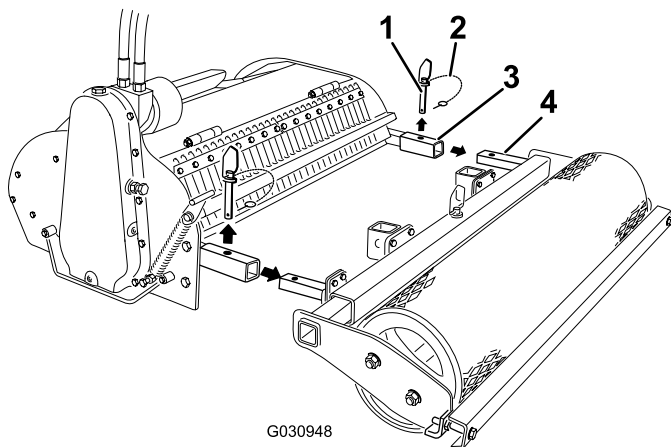

Bild 5
2. Entfernen Sie die Dorne von den Armen des Bodenaufbereiters (Bild 5).
3. Entfernen Sie die Rolle vom Bodenaufbereiter (Bild 5).